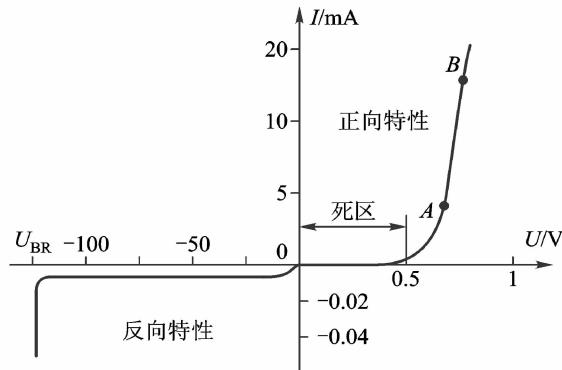

图 1-1-5 二极管的特性曲线
所谓“伏安特性”,是指加到元器件两端的电压与通过电流之间的关系。二极管的伏安特性曲线如图 1-1-5 所示。
当正偏电压 U 不低于某一值的时候,正向电流 I 迅速增加,二极管处于正向导通状态。且正偏电压 U 的微小增加都能使正向电流 I 急剧增大,如图 1-1-5 中 AB 段所示。
(2) 反向特性 是指二极管加反偏电压时的伏安特性,为图 1-1-5 中的第Ⅲ象限曲线。